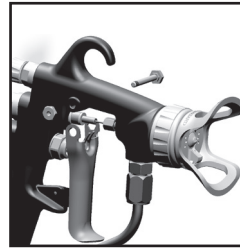

Fig. 13
1. Quitar el conjunto del gatillo y el tubo de fluido. (Ver las Fig. 13 y 14)